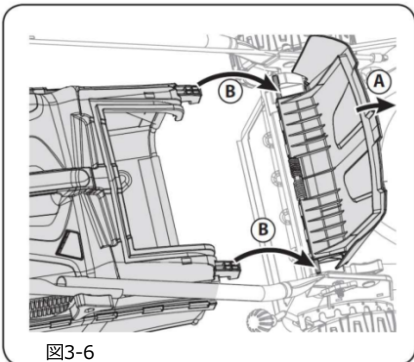

図3-6
- B. 図3-6 に示すように、正しい位置に付けてください。排出カバーを放して集草バッグを取り付けてください。